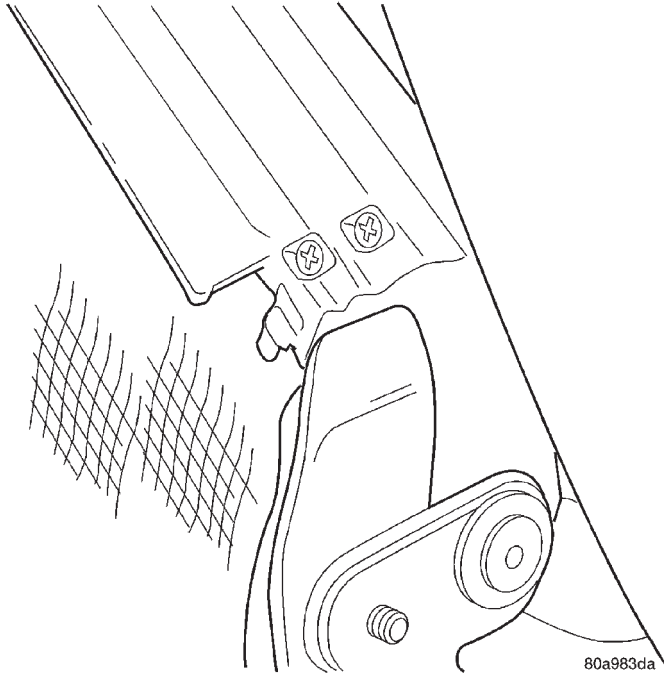

Abb. 3 Hintere Anschlagschraube/Heckscheibe
(15) Klebeband und Schaumstoffdichtung am Ende des dritten Dachbogens ablösen. Falls wiederverwendbar, aufbewahren.
(16) Hinterste Anschlagschraube am dritten Dachbogen, entweder auf der Fahrer- oder auf der Beifahrerseite lösen. (Abb. 3).
(17) Die alte Heckscheibe komplett vom dritten Dachbogen herunterschieben.